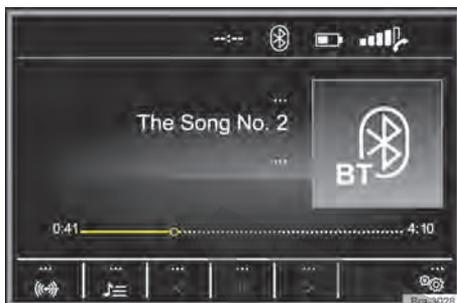
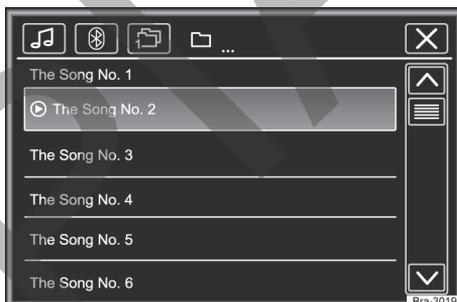

Fig. 131 Menú principal de medios.
Fig. 132 Operación de la radio: lista de estaciones.
– Presionar la tecla **MEDIA** para abrir el menú principal **MEDIA** → fig. 131.
Las fuentes de medios que se reproducen actualmente se exhiben en el botón de función en la parte inferior izquierda → fig. 131.
Legenda para → fig. 131 y → fig. 132: